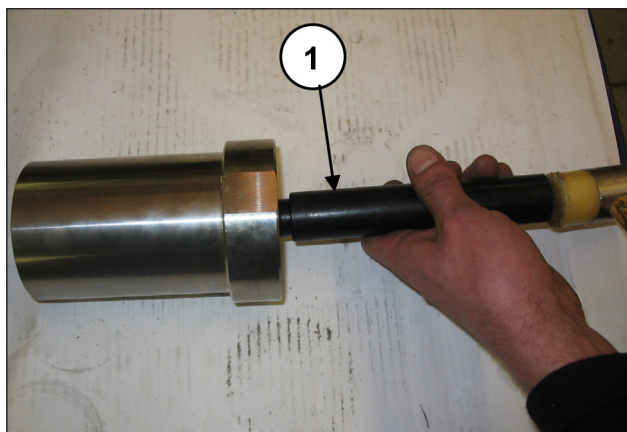
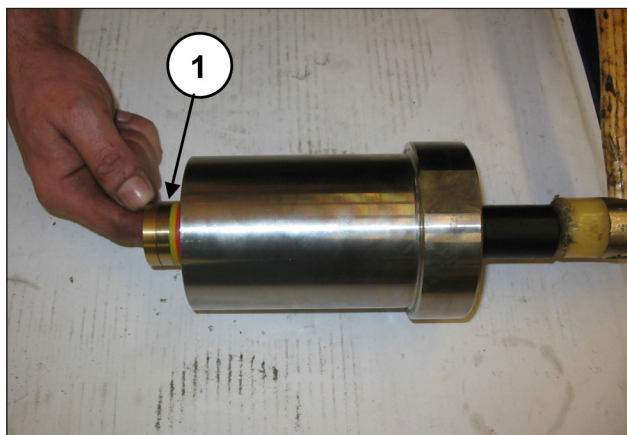

Fig. 128
Fig. 129
Con la camicia separata dal supporto tenute e con una apposita spina in materiale plastico (pos. ①, Fig. 128) fare fuoriuscire il pacco HP (alta pressione) (pos. ①, Fig. 129).
Ad ogni smontaggio il pacco HP (pos. ①, Fig. 129) dovrà essere sostituito.